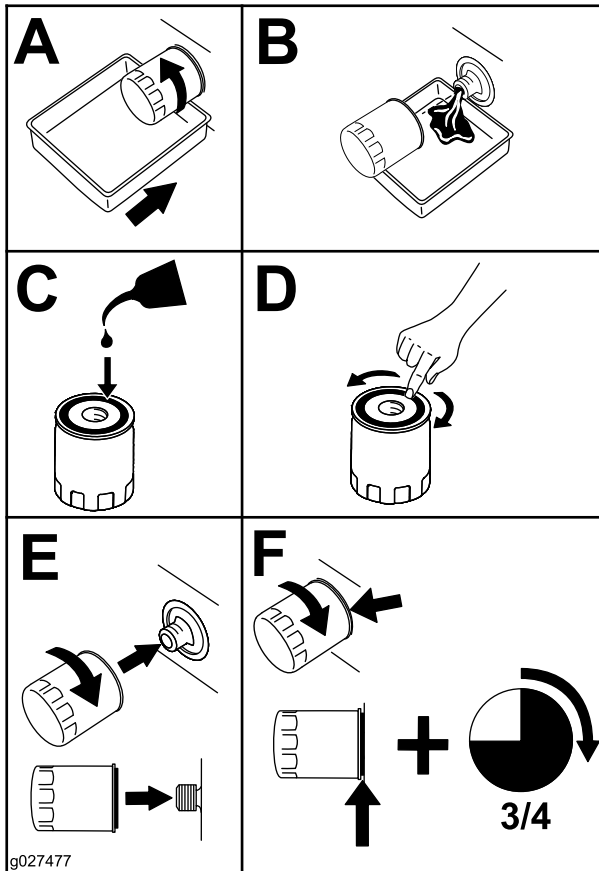

Bild 42
2. Wechseln Sie den Motorölfilter (Bild 42).